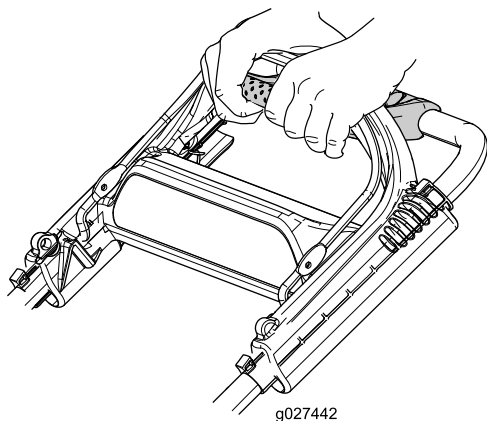

Figura 17
1. Con le dita raggiungete e afferrate gli angoli della stegola per la trazione assistita (Figura 17).